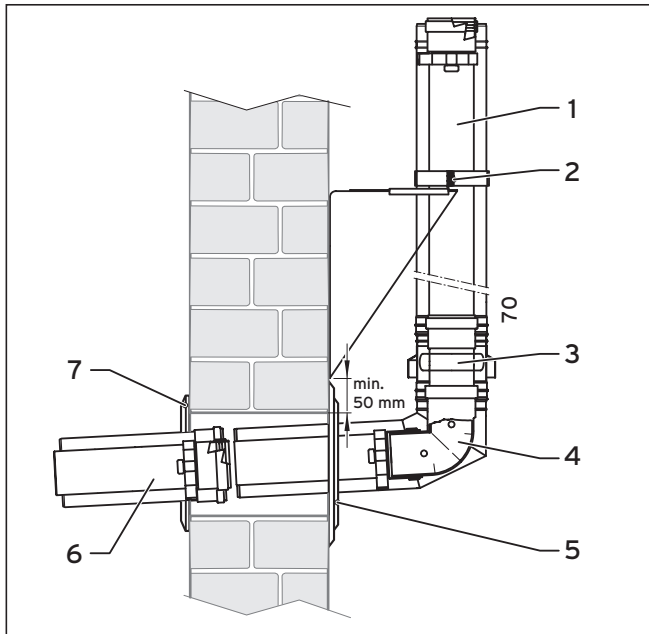

Fig. 6.23 Montaggio del raccordo per il condotto sulla parete esterna
- Applicare una fascetta stringitubo (1, fig. 6.24) rispettivamente su una prolunga per parete esterna (1, fig. 6.23) e sull'elemento di aspirazione dell'aria (3, fig. 6.23).
- Inserire l'elemento di aspirazione dell'aria (3, fig. 6.23) nella curva passante a parete (4, fig. 6.23) fino all'arresto, e la prolunga per parete esterna (1, fig. 6.23) nell'elemento di aspirazione dell'aria (3, fig. 6.23).
- Inserire la curva passante a parete (4, fig. 6.23) con l'elemento di aspirazione dell'aria e la prolunga nella breccia del muro.
- Applicare il collare della mensola (2, fig. 6.23) alla prolunga per parete esterna e serrare le due viti di arresto.
- Eventualmente accorciare la prolunga bianca (6, fig. 6.23).
- Inserire la prolunga bianca 6, fig. 6.23) dall'interno nella curva passante a parete (4, fig. 6.23).
- Avvitare la rosetta interna (7, fig. 6.23) dall'interno.
- Avvitare la rosetta esterna (5, fig. 6.23) dall'esterno.